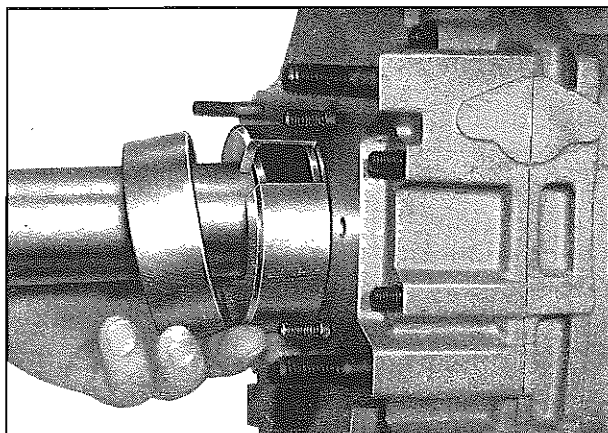

Fig. 12 - Estrazione del cuscinetto
- Estrarre l'anello elastico di arresto **(206)** dalla cava del cuscinetto a sfere ed estrarre il cuscinetto a sfere obliquo **(207)** con l'estrattore n 4 e 5 **(Fig. 12)**.
ler 4. and 5. **(Fig. 12)**.